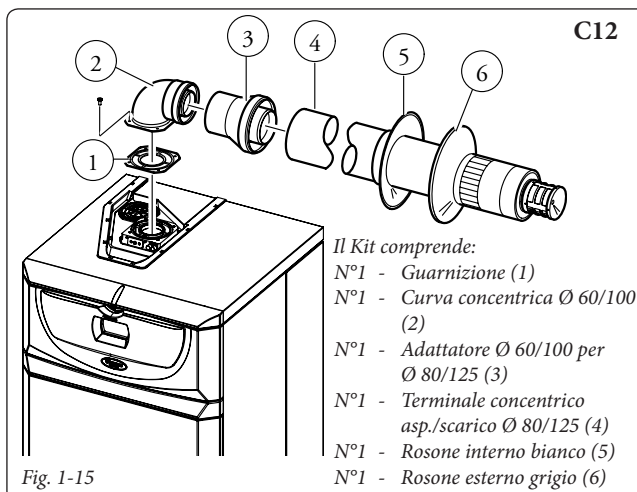

Fig. 1-15
Kit orizzontale di aspirazione - scarico Ø 80/125. Montaggio kit (Fig. 1-15): installare la curva con flangia (2) sul foro più interno della caldaia interponendo la guarnizione (1) e serrare con le viti presenti nel kit. Innestare l'adattatore (3) con lato maschio (liscio), nel lato femmina della curva (2) (con guarnizioni a labbro) sino a portarlo in battuta. Innestare il terminale concentrico Ø 80/125 (4) con lato maschio (liscio), nel lato femmina dell'adattatore (3) (con guarnizioni a labbro) sino a portarlo in battuta, accertandosi di avere già inserito il relativo rosone interno ed esterno, in questo modo si otterrà la tenuta e la giunzione degli elementi che compongono il kit.